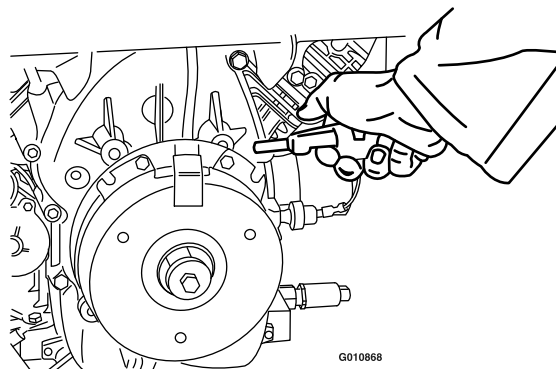

Figura 73
2. Utilizando um compressor de ar, sopra quaisquer detritos de debaixo do pólo do travão e em torno dos espaçadores do travão (Figura 73).